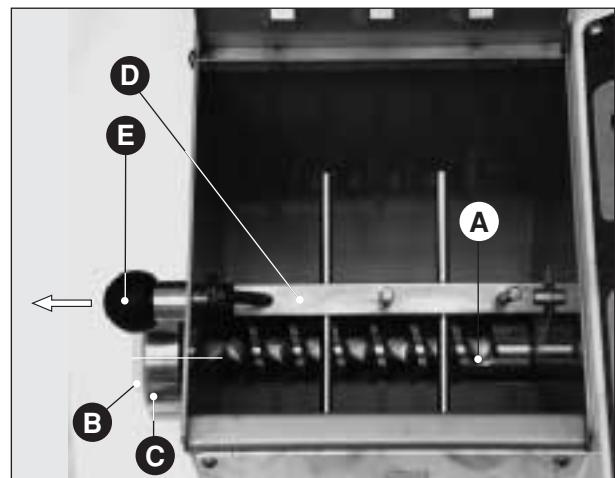
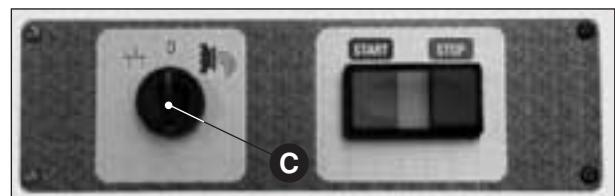

Abb. 1
Abb. 2
- den Schalter auf "0" stellen (Abb. 2 C), die korrekte Montage der Schnecke (Abb. 1 A) überprüfen und dabei beachten, ob der zylindrische Teil auf der Zugwelle aufliegt.
- sich des weiteren versichern, ob der Plastikstöpsel (Abb. 1 B), der das Zieheisen ersetzt, gut sitzt und die Nutmutter (Abb. 1 C) gut geschlossen ist;
- schließlich das Mischgerät (**Abb. 1 D**) anhand des Kugelgriffs auf seinem Gehäuse sicher blockieren (**Abb. 1 E**). Den Beckendeckel (**Abb. 3 A**)heben und die vorgegebenen Zutaten **immer** in folgender Reihenfolge hineinschütten: das Mehl und danach, nachdem der Deckel geschlossen worden ist, der Flüssigkeitsanteil. Um eine ordentliche Knetmasse zu erhalten, ist das Bestehen eines genauen Verhältnisses zwischen dem Gewicht des Mehls und jenem des Flüssigkeitsanteils notwendig; um ein optimales Produkt zu erhalten, muß das Mehl einen Feuchtig-